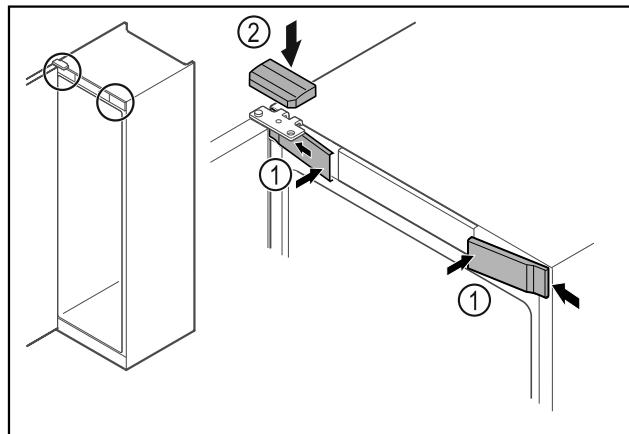

Fig. 62
- ▶ Bočno zakvačite prednje poklopce Fig. 62 (1) i uglavite ih.
- ▶ Uglavite gornji poklopac Fig. 62 (2) odozgo.